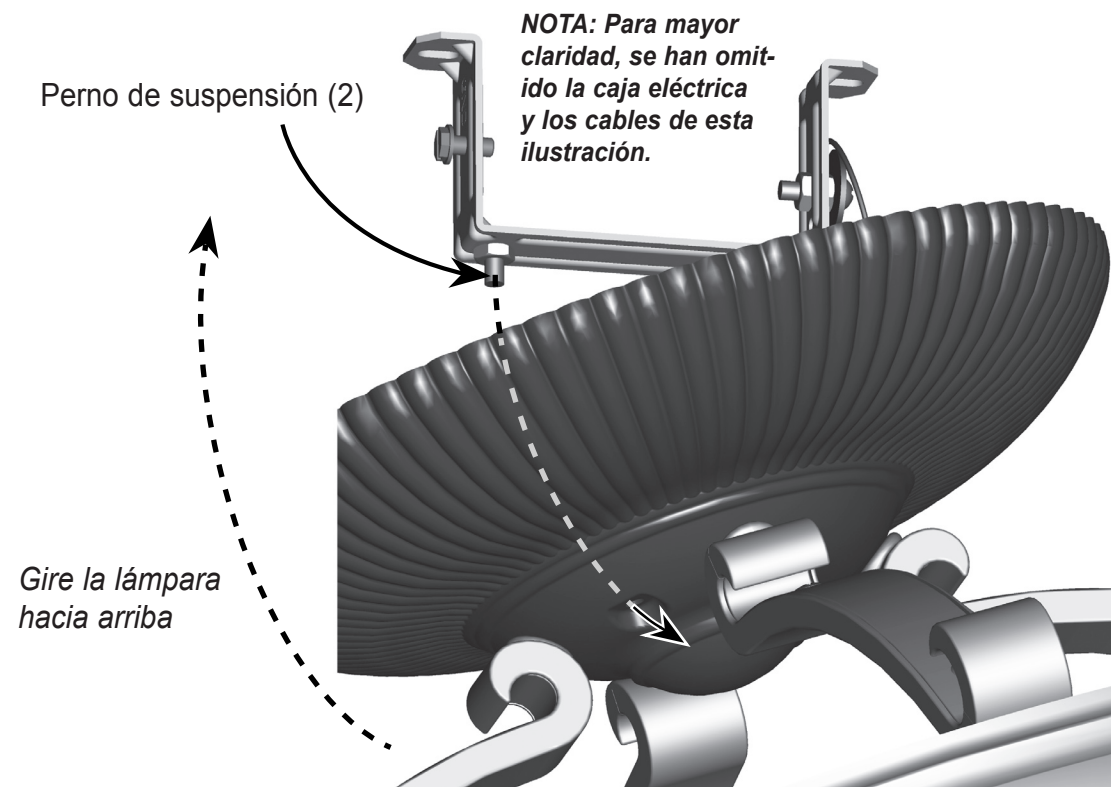

Figura 8 - Ubicación de la lámpar
5) Gire la lámpara hacia arriba de modo que los dos pernos de suspensión salgan de sus agujeros respectivos. Vea la Figura 8.